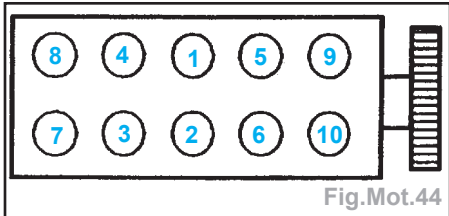

Fig.Mot.44
- Effectuer le serrage de la culasse à **2,5 daN.m** (Fig.Mot.44).
- Serrer dans l'ordre les vis de fixation de la culasse à **3 daN.m** (Fig.Mot.44).
- Desserrer les vis (1) et (2) de fixation de la culasse jusqu'à les libérer totalement.
- Serrer dans l'ordre, au couple, et à l'angle, les vis de fixation (1) et (2) de la culasse à **2,5 daN.m + 213° +/- 7°**.
- Répéter l'opération de desserrage et de resserrage pour les vis (3) et (4), (5) et (6), (7) et (8), (9) et (10).